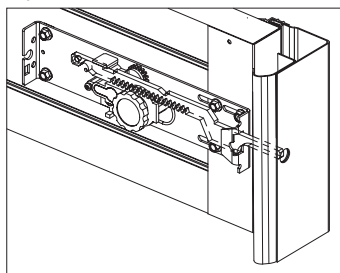

Рис. 44.3
- Поворачивая ручку, выдвинуть ригель замкового механизма до упора в опорную стойку ворот. Произвести разметку и выполнить в опорной стойке отверстие диаметром 16 мм для захода ригеля (рис. 44.3).